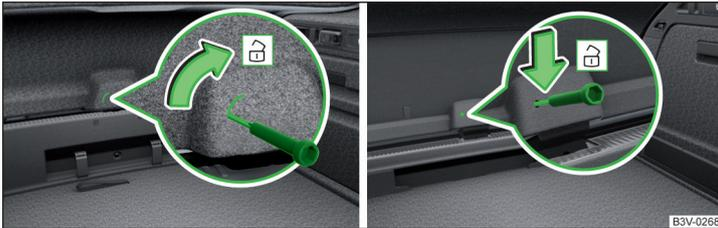

Abb. 350 Klappe entriegeln: Variante 1 / Variante 2
- › In die Aussparung bzw. Öffnung in der Klappenverkleidung » Abb. 350 einen Schraubendreher oder ein ähnliches Werkzeug bis zum Anschlag einführen.